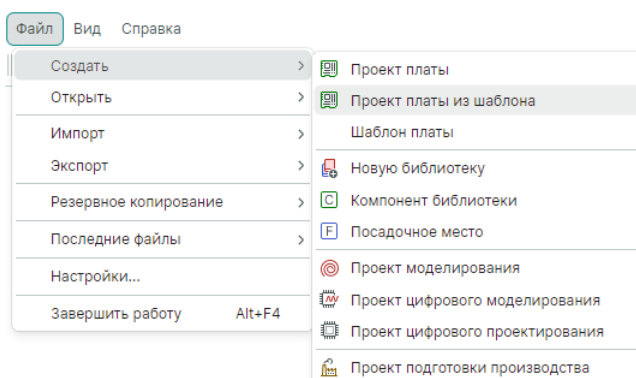

Рис. 21 Вызов создания проекта платы из
3. Выберите «Проект платы из шаблона», Рис. 21.